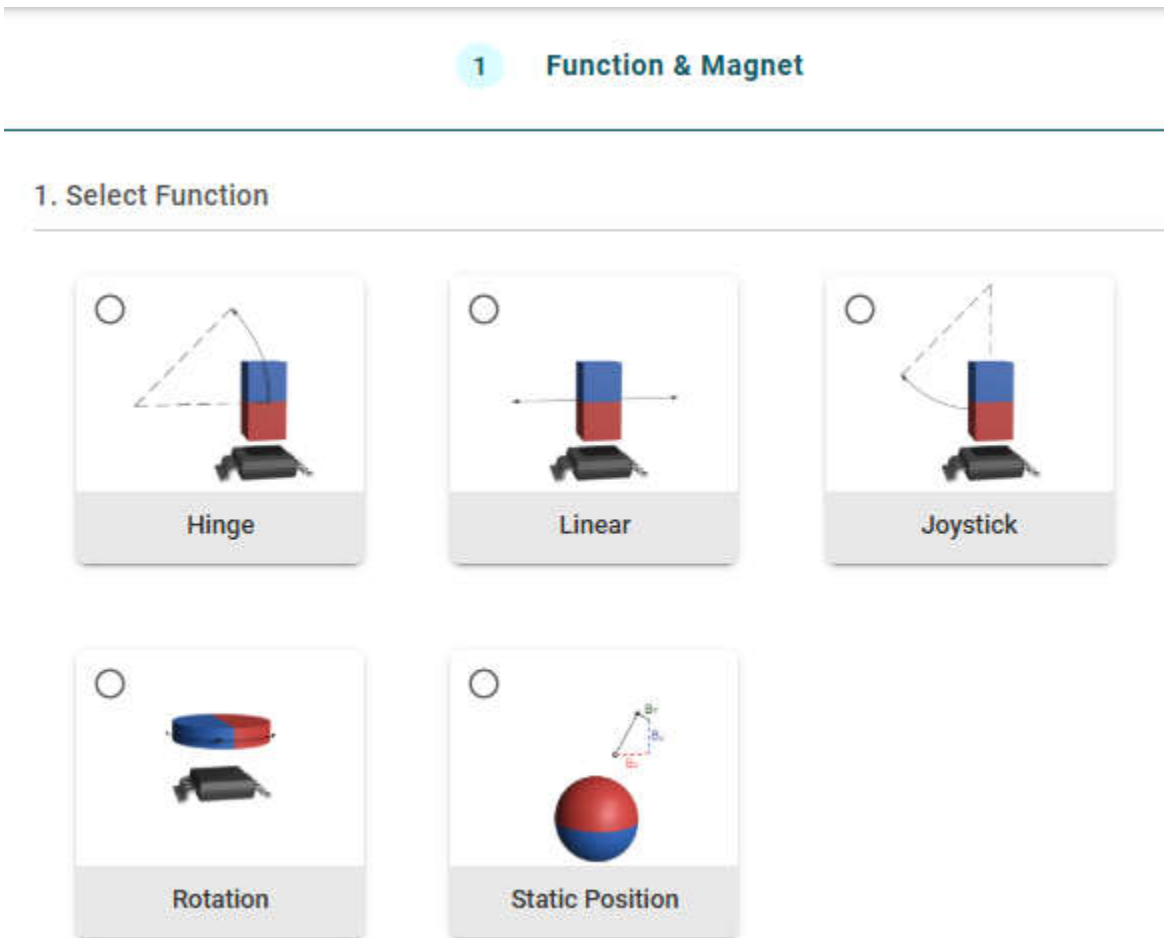
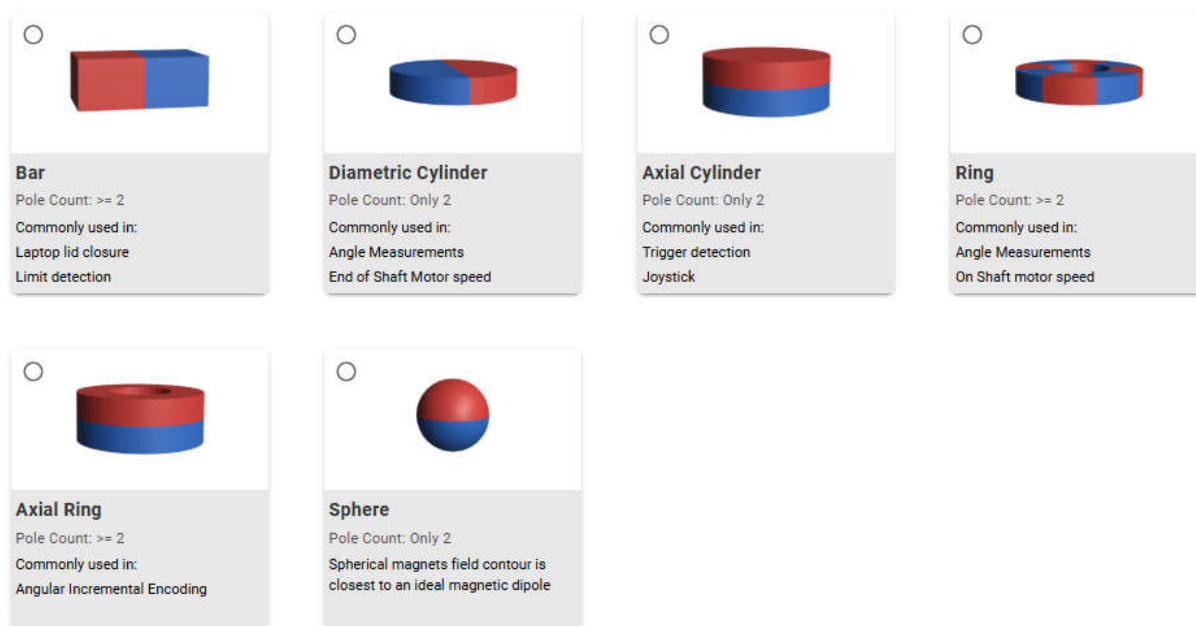

图 3-1. 磁体功能选择
图 3-2. 磁体类型选择
在设计使用霍尔效应传感器的键盘开关时，一个关键考虑因素是传感器的磁感应范围。为避免出现饱和并能够检测击键的整个范围，必须选择能够覆盖按键完整磁场范围的传感器。确保为应用选择合适器件型号的理想方法是使用磁仿真。德州仪器 (TI) 提供了一款名为 德州仪器 \(TI\) Magnetic Sense Simulator \(TIMSS\) 的磁感应仿真器，可帮助简化设计过程。使用此工具时，用户可以指定磁体运动的类型（如 图 3-1 所示）以及要使用的磁体形状类型（如 图 3-2 所示）。